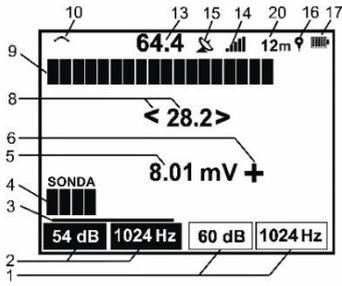

Fig. 21. Pantalla en modo "Trazado-SENSOR"
- **Trazado-SENSOR** – para detectar el lugar de daño de aislamiento en la línea y la medición simultánea de la profundidad y de la dirección del trazado y localizar la rotura, el cortocircuito o identificar los hilos en el cable. Vista de la pantalla en este modo se muestra en la **Fig. 21**.